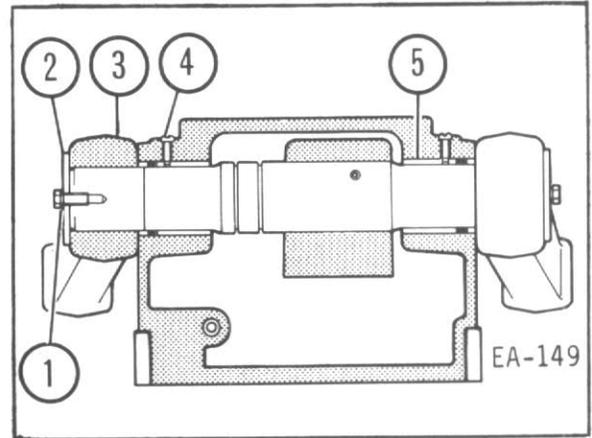
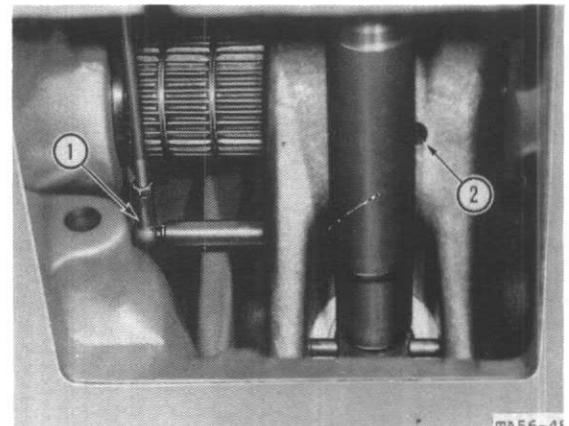

Fig. 39
Fig. 40
Retirez les boulons (1 fig.39) et les entretoises (2) des bras de relevage (3). Faites glisser les bras hors de l'arbre. Sortez les vis de blocage (4) des coussinets. Retournez le carter et enlevez le couvercle inférieur. Déconnectez la barre de liaison (1 fig.40). Chassez la goupille hors du bras de renvoi (2 fig.40).